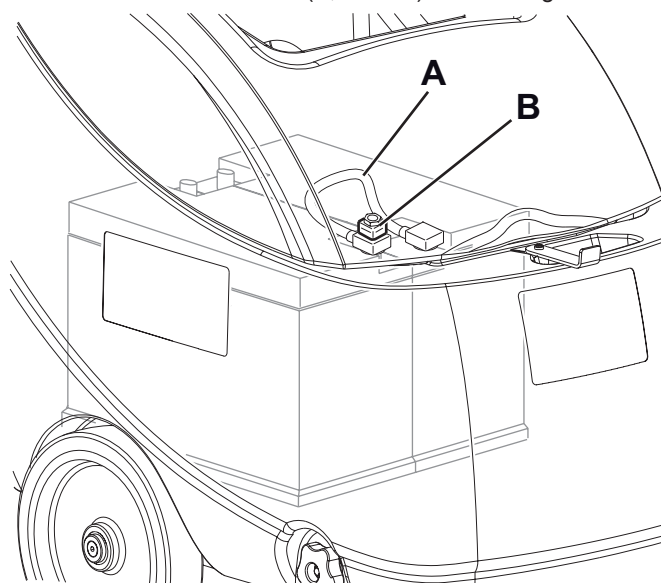

Afbeelding 10
*Zie voor meer informatie over de werking van de acculader (26) de betreffende handleiding.*
1. Ontkoppel de stekker van de accu's (29).
2. Draai de schroeven los (A, Afb. 10) en verwijder voorzichtig de afdekking (B) van het kastje met de elektrische onderdelen.
- (C): Stripzekering F1 (40 A), motor borstel
- (D): Bladzekering F2 (30 A), aanzuigmotor.
- (E): Bladzekering F3 (5 A), magneetklep en elektronische installatie
- (E): Glaszekering F4 (20 A), loskoppelingssysteem borstel